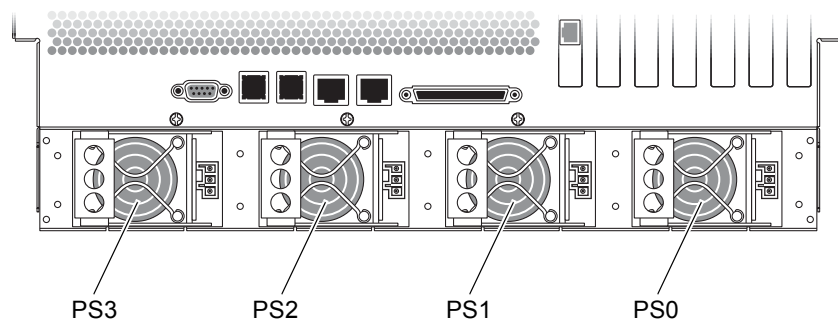

図 1-16 電源装置の位置
Netra 440 サーバーの電源装置は、ホットスワップ対応の装置です。電源装置は、システムが完全に動作している状態でも、認定された保守作業員がすばやく簡単に取り付けおよび取り外しができるように設計されています。図 1-16 に示すように、電源装置 (PS) はシステム背面のベイに取り付けられています。